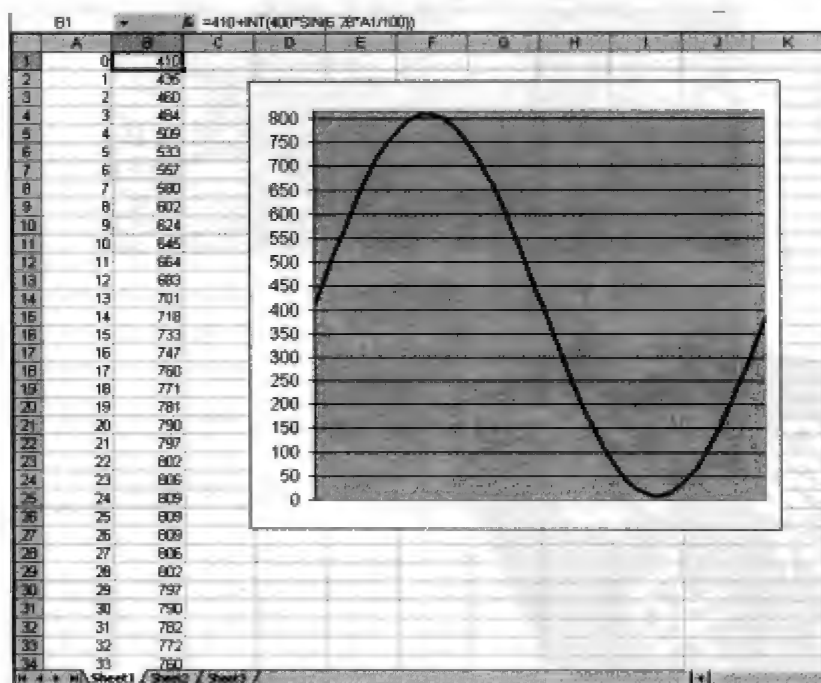

图 16-10 计算 100 个点的正弦值的电子表格
我们先用计数器的值填充数据表的第一列 (A), 然后对第二列 (B) 的前 100 行进行公式复制, 并把输出格式调整为不显示小数位 (如图 16-10 所示)。